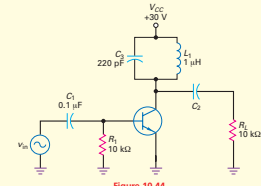

Figure 10.44
- 10.34 Multisim** Si la tension d'entrée de la figure 10.44 vaut 5 V_{eff}, quelle est la tension d'entrée crête à crête ? Si on mesure la tension continue entre la base et la masse, quelle est la valeur trouvée ?
- 10.35 Multisim** Quelle est la fréquence de résonance de la figure 10.44 ?
- 10.36 Multisim** Si l'inductance de la figure 10.44 est
- Quelle est la puissance AC maximale de sortie de la figure 10.44 ?
- Si le courant d'alimentation de la figure 10.44 est 0,5 mA, quelle est la puissance DC d'entrée ?
- Quel est le rendement de la figure 10.44 si le courant d'alimentation est de 0,4 mA et la tension de sortie 30 V_{eff} ?
- D'après la figure 10.44, quelle est la bande passante de l'amplificateur si le coefficient Q de l'inductance est 125 ?
- Quelle est la dissipation de puissance du transistor la plus défavorable d'après la figure 10.44 (Q = 125) ?
- On utilise un transistor 2N3904 dans la figure 10.44. Si le circuit fonctionne dans une plage de températures allant de 0 à 100 °C, quelle est la puissance maximale admissible dans les cas les plus défavorables ?